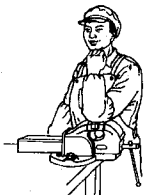

图 1-1-1 台虎钳的合适高度
(1) 钳台（钳桌）用来安装台虎钳、存放钳工常用工、夹、量具。高度约 800 ~ 900mm，装上台虎钳后，钳口高度恰好齐人的手肘为宜（见图 1-1-1）；长度和宽度随工作需要而定。